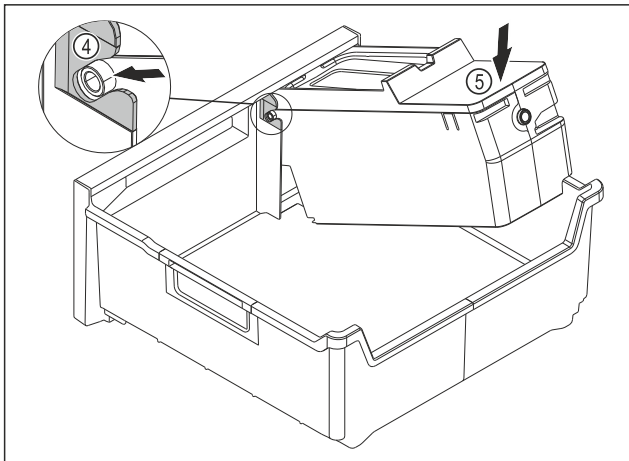

Fig. 145
- ▶ Смонтируйте корпус EasyTwist-Ice: Вставьте оси корпуса EasyTwist-Ice в направляющие Fig. 145 (4).
- ▶ Вдавите корпус EasyTwist-Ice Fig. 145 (5) вниз.